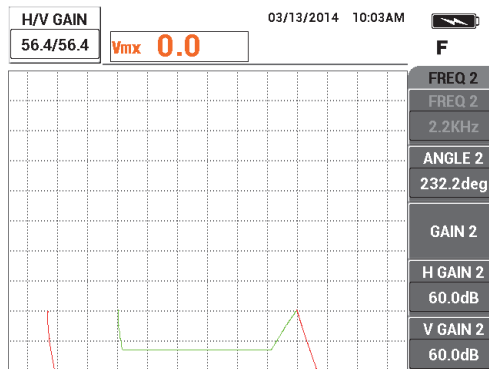

図 5-118 周波数 1 信号の振幅の調整
8. ゲインキー (**dB**) を押し、ゼロポイントから正確に 6 区分離れるように周波数 1 の振幅を調整します (213 ページの図 5-118 を参照)。